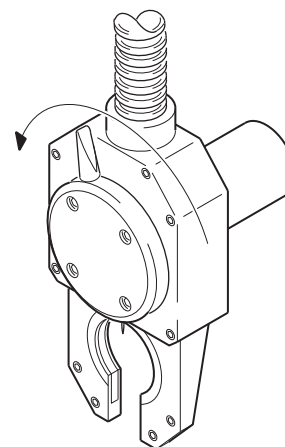

図 21：ロッキング・レバーを外す
1. ウェルド・ヘッドのロッキング・レバーを反時計回りにまわします（止まる場所まで）。図 21 をご参照ください。